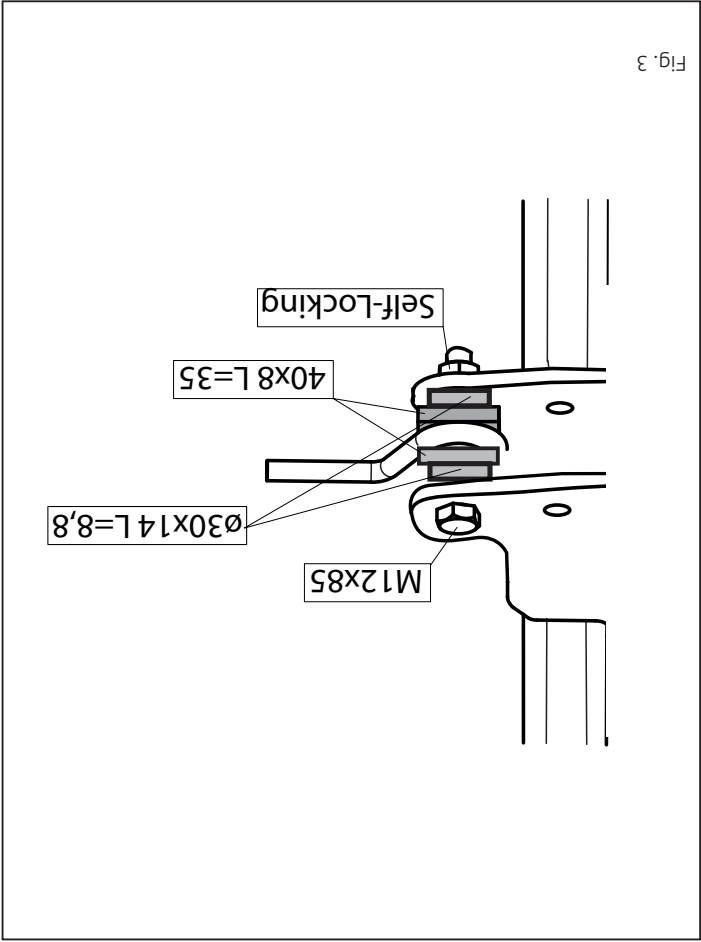

Fig. 3
10. Monteer de dwarsbalk E in het midden aan de sleepoog op de punt M (fig. 3)
10. Fit the cross beam E centrally at points M onto the towing eye (fig.3).
befestigen (Abb. 3).
10. Placer la traverse E au centre à l'emplacement des points M de l'anneau de remorquage (fig. 3).
10. Montera bärbalken E centralt vid punkt M på dragöglan (fig. 3).